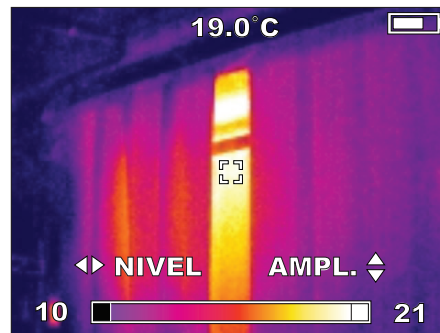

Figura 13. Definición del nivel y la amplitud para el rango manual
2. Presione  para seleccionar el rango MANUAL. Aparece una pantalla como en la figura 13.